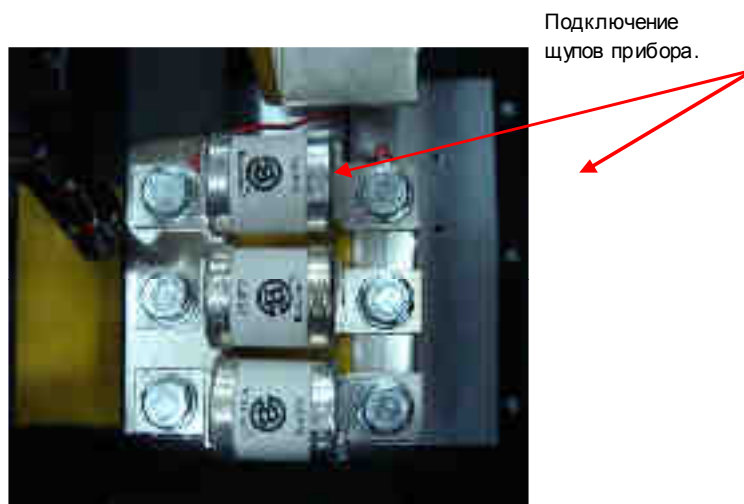

Рис. 4.21. Диагностика силового предохранителя
4.11.1. Проверка силовых предохранителей. Демонтировать три силовых предохранителя, открутив 6 болтов крепления (рис.4.21). Установить мультиметр в режим измерения сопротивления. Проверить каждый из предохранителей, для чего подключить щупы мультиметра согласно рис. 4. 21. Показания прибора должны соответствовать нулевому сопротивлению (как при закороченных щупах).